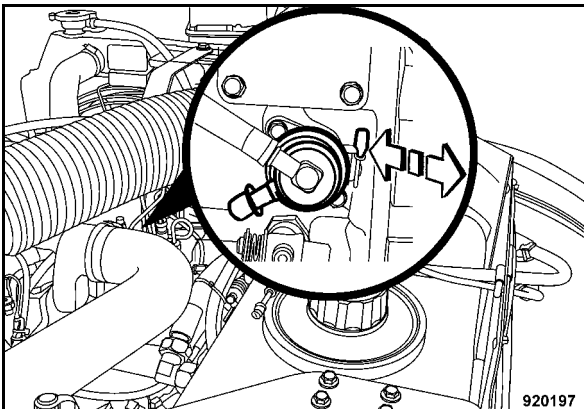

Fig. 124
- Azionare la pompa di alimentazione carburante (Fig. 124) finché dalla vite di sfogo non fuoriesce carburante senza bolle.